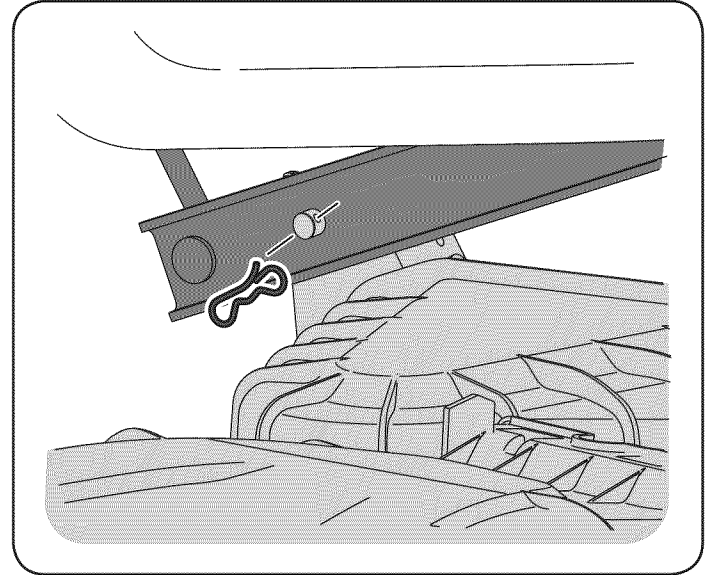

Figura 25
- Extraiga la tuerca de brida hexagonal que asegura la cuchilla al montaje del husillo. Vea la Figura 25.